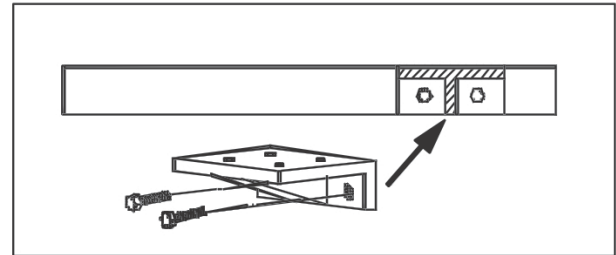

Fig. 4
3. Para bancadas pequenas, recomenda-se um suporte de extensão da mesa (não fornecido). (veja a fig. 4).